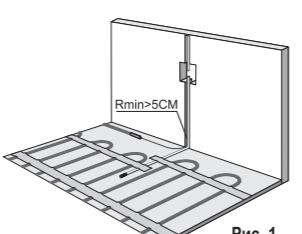

Рис. 1
1. Уложите датчик вместе с его соединительным кабелем в гофрированную пластиковую трубку диаметром не менее 16 мм. Радиус изгиба трубы не менее 5 см (см. Рис. 1).
Терморегулятор устанавливается только внутри помещения. Рекомендуется располагать терморегулятор на высоте 1-1,5 м от пола в легкодоступном месте со свободной циркуляцией воздуха, как показано на рис.1. Корпус терморегулятора защищен от конденсата (возможна установка в ванной комнате). Не рекомендуется устанавливать терморегулятор около излучающих тепло приборов (ТВ, холодильник, обогреватель), а также в местах прямого попадания солнечных лучей. Запрещено устанавливать терморегулятор в местах, где есть опасность попадания внутрь прибора водяных струй либо брызг.